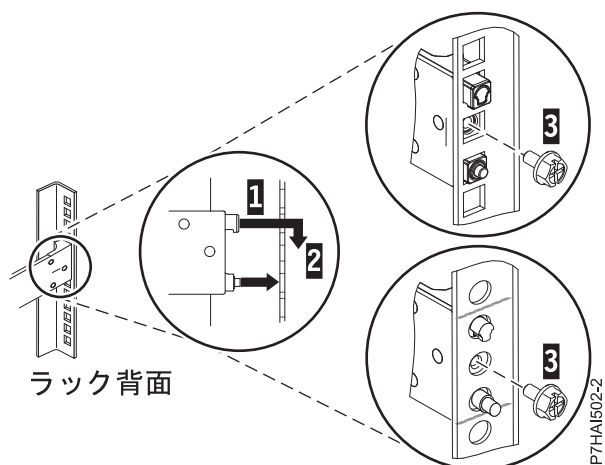

図3. ピンをラック背面の穴に位置合わせして固定する
3. スライド・レールの後部にある 2 つのピンの位置を、事前にマークを付けた、選択済みの EIA 単位の上下 2 つの穴に合わせます。スライド・レールを手前に引いて、2 つのピンをラックの穴に挿入し (1)、スライド・レールを下方に下げて (2) 上部のピンのフック機構を噛み合わせます。詳しくは、5 ページの図 3 を参照してください。次のステップに進む前に、2 本のピンがラックの穴から出ていることを確認してください。